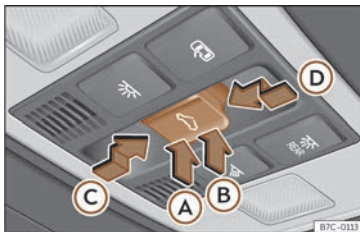

Fig. 61 Sur le revêtement intérieur du toit : touche du toit ouvrant.
La touche $\Leftarrow \gg \Rightarrow$ fig. 61 a deux niveaux. Le premier niveau permet de situer le toit en position déflectrice, d'ouvrir ou fermer entièrement ou partiellement le toit ouvrant.
- Dans les 5 secondes environ après l'activation de la fonction anti-pincement, appuyez sur la touche ⇐ >>> **fig. 61** jusqu'au deuxième niveau dans le sens de la flèche Ⓧ jusqu'à ce que le toit soit complètement fermé.